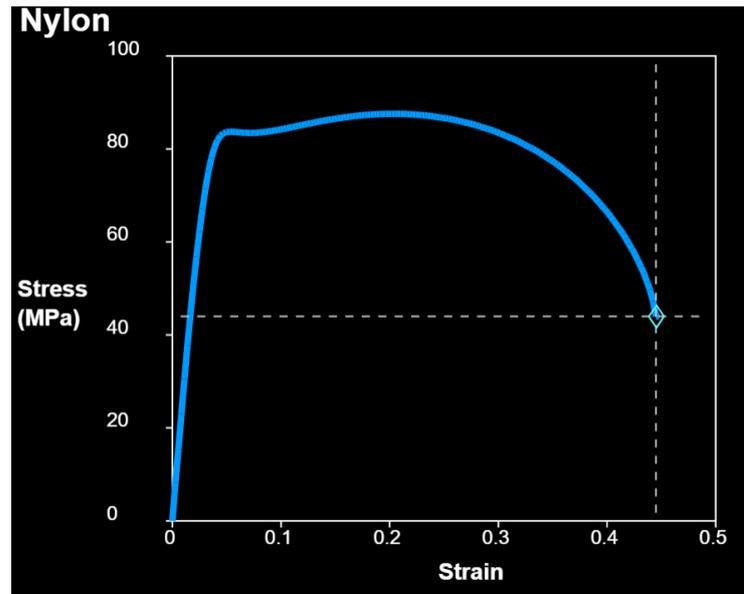

Figura 4 - Curva tensão-deformação sob tração para o náilon.
8. Para a baquelite (Figura 4), determine: (a) o módulo de elasticidade (E); (b) limite de escoamento; (c) limite de resistência a tração; e (d) limite e deformação de ruptura. Esse tipo de curva é característica de qual tipo de polímero?